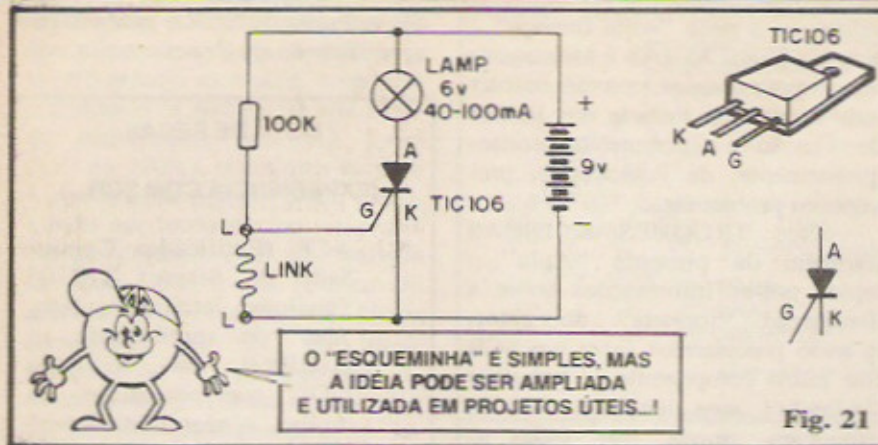

Fig. 21
- FIG. 21 - Esqueminha do circuito experimental... O Leitor/"Aluno" já conhece bem todos os símbolos dos componentes, bem como o método de "leitura" de um diagrama... A única "coisa esquisita" que tem na figura, é aquela linha ondulada, entre os pontos "L-L", denominada link (significativamente, em inglês o termo quer dizer "elo" ou "ligação"...). Não passa de um fio condutor, fininho, nem precisa ser isolado, e que será usado como "sensor" (detalhes mais adiante...). Como o